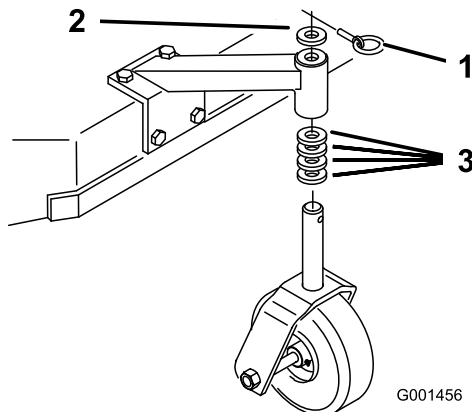

Figura 19
1. Usando la Tabla de alturas de corte \(página 25\), ajuste los espaciadores de las ruedas giratorias según el taladro de eje seleccionado (Figura 19).
2. Retire el pasador, retire la rueda giratoria del soporte y cambie los espaciadores (Figura 19).
3. Instale la rueda giratoria en el soporte e introduzca el pasador (Figura 19).